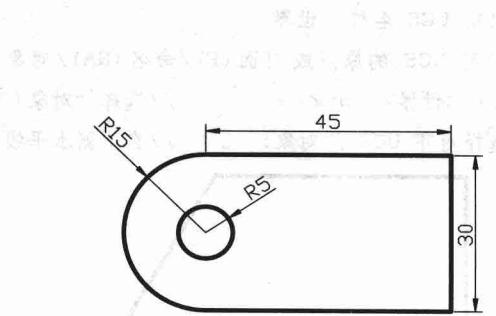

图 1-10 打开结果
**03** 单击【选择文件】对话框右下角 **打开(O)** 按钮，即可将选择的图形文件打开，如图 1-10 所示。